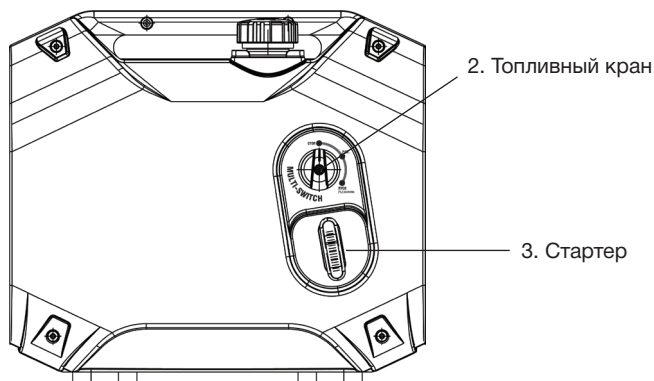

Рис. 7
- Переведите топливный кран в положение «ПУСК» (поз. 2, рис. 7).
- Медленно потяните за шнур стартера (поз. 3, рис. 7) до момента начала сопротивления, затем быстро, но плавно вытяните шнур до конца и верните ручку в исходное положение.